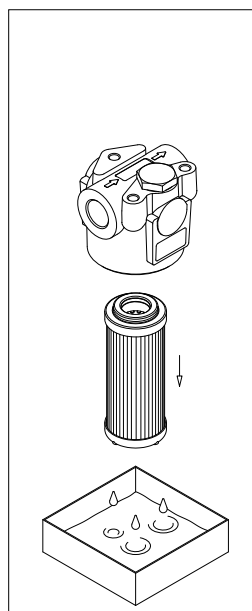

fig. 6
- (Fig. 6) Estrarre l'elemento filtrante
- Per il montaggio/smontaggio dell'indicatore e del connettore fare riferimento al paragrafo "Sostituzione indicatore" sopra (Fig. 6÷9)